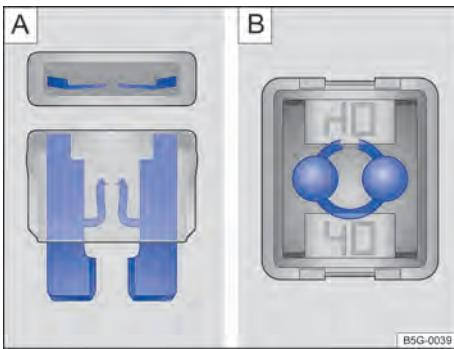

Fig. 174 Fusível queimado: **A** fusível plano, **B** fusível de bloqueio.
- Um *fusível plano (ATO[®], MINI[®])* queimado é reconhecido de cima ou de lado pela carcaça transparente nas faixas metálicas derretidas → Fig. 174 **A**.
- Um *fusível de bloqueio (JCASE[®])* queimado é reconhecido pelas faixas metálicas derretidas por cima da carcaça transparente → Fig. 174 **B**.